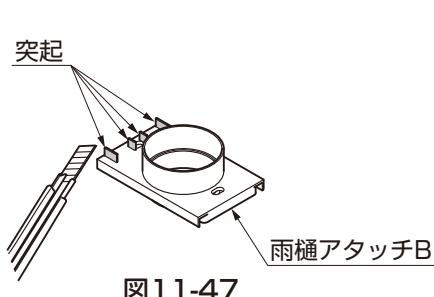

図11-47
- 雨樋アタッチBの4ヶ所の突起をカッターで除去してください。(図11-47参照)